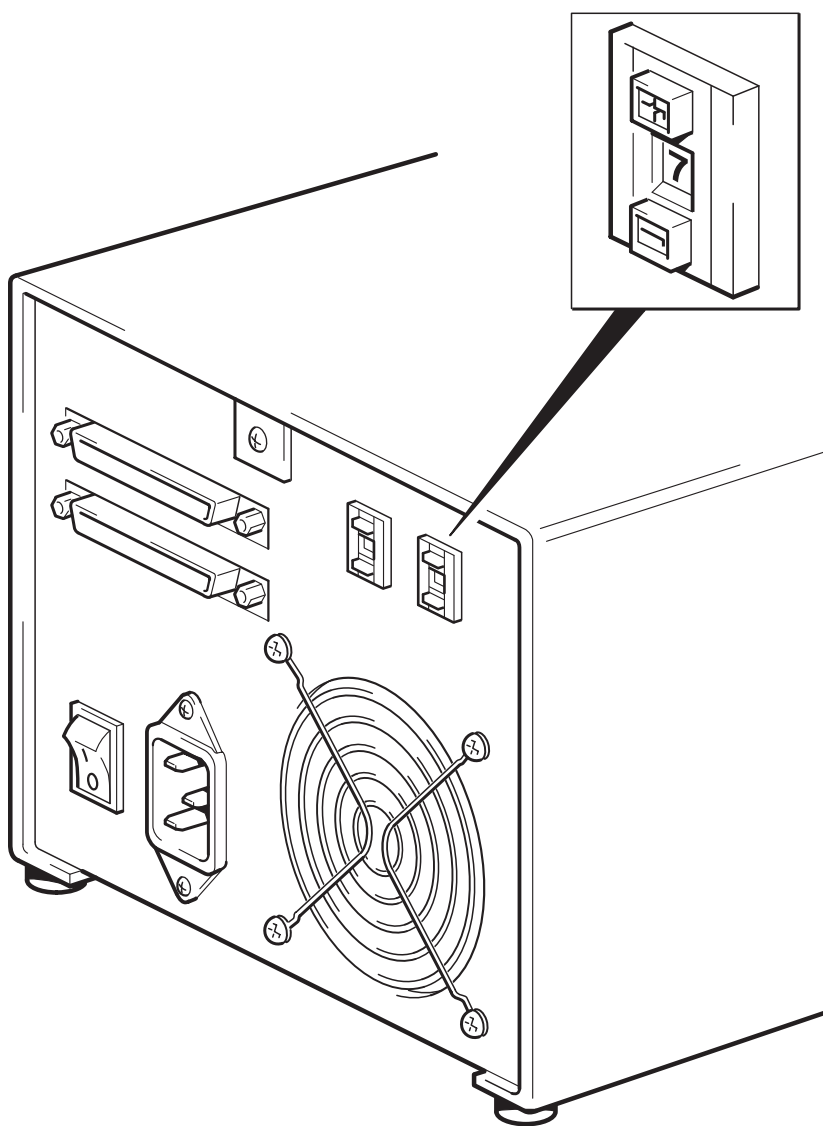

Рис. 4. Переключатель режимов работы
- 1 Убедитесь, что переключатель режимов работы автозагрузчика (справа на Рис. 4) имеет правильное значение, как указано в таблице выше. Устанавливайте переключатель в положение 5 только для рабочих станций Sun с ОС Solaris версии 2.6 или ниже.
- 2 Если установленное значение не соответствует используемому серверу, измените его как показано на Рис. 4.